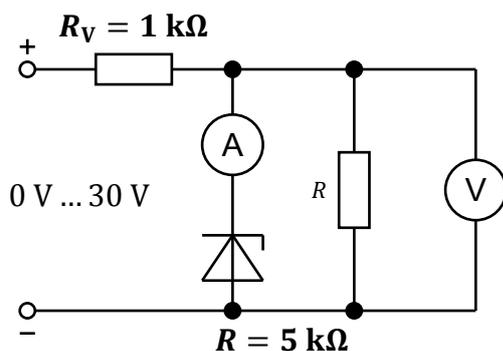

Abbildung 14: Messschaltung bei konstanter
- in Abhängigkeit von der angelegten Gleichspannung  $U$  bei konstanter Belastung  $R$  (Abbildung 14); Darzustellen sind  $U_a = f(U)$  und  $I_Z = f(U)$  in einem Diagramm!